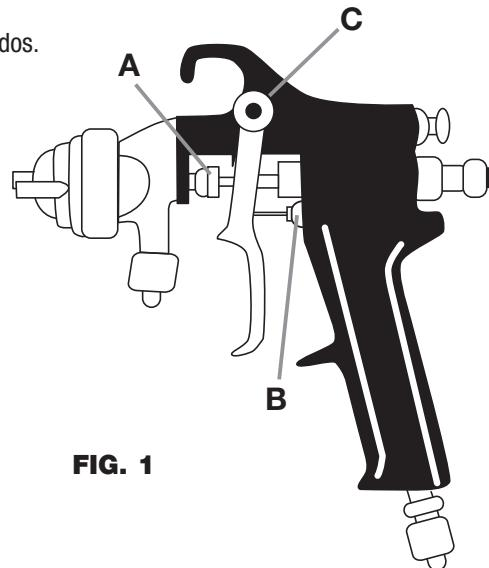

FIG. 1
- Vea la Fig. 1 para la ubicación de los puntos anteriores mencionados.